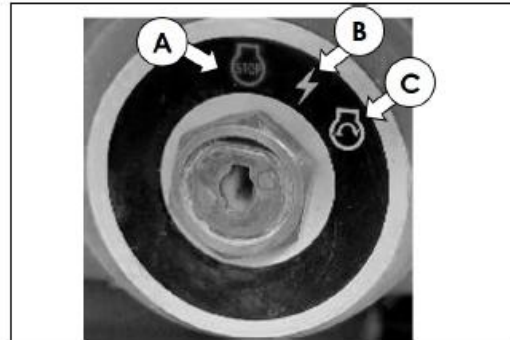

Abb. 87 – ZÜNDSCHLÜSSELSCHALTER
4. Zündschlüsselschalter (Abb. 87)
Abb. 87 stellt die verschiedenen im Zündschlüsselschalter verfügbaren Funktionen dar: